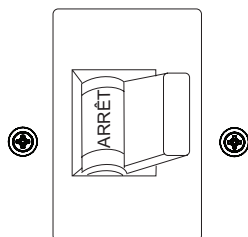

Figure 26. Disjoncteur principal (ARRÊT)
1. Placer le disjoncteur principal (Figure 26) en position **ARRÊT**.